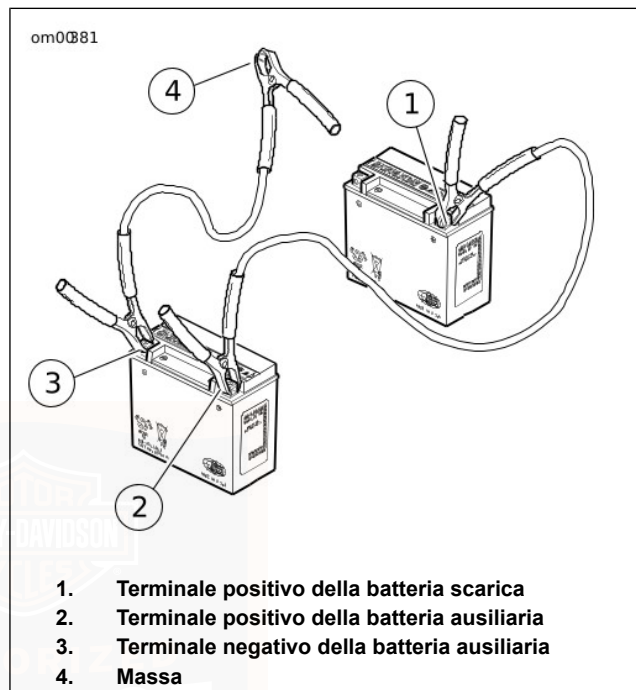

Figura 75. Collegamenti per l'avviamento con cavi ponte
2. Vedere Figura 75. Collegare un'estremità del cavo ponte al terminale positivo (1) della batteria SCARICA della motocicletta.
3. Collegare l'altra estremità dello stesso cavo al terminale positivo della batteria del veicolo AUSILIARIO (2).
1. Vedere Figura 75. Tenendo accesa la motocicletta, rimuovere la massa del cavo negativo della motocicletta (4).
2. Rimuovere il cavo ponte negativo dal terminale negativo (3) della batteria del veicolo AUSILIARIO.
3. Rimuovere il cavo ponte positivo dal terminale positivo (2) della batteria del veicolo AUSILIARIO.
4. Rimuovere il cavo ponte positivo dal terminale positivo (1) della batteria della motocicletta SCARICA.